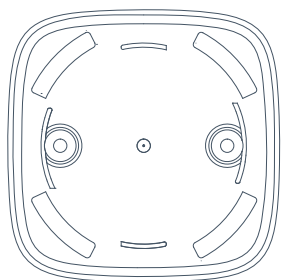

Рис. 2. Крепежная панель SmartBracket
5.2 Для монтажа сирены поверните пластиковую крепежную панель SmartBracket (РИС. 2) против часовой стрелки и снимите. Обратите внимание, на крепежной панели SmartBracket должна быть наклейка «UP» – вверх.